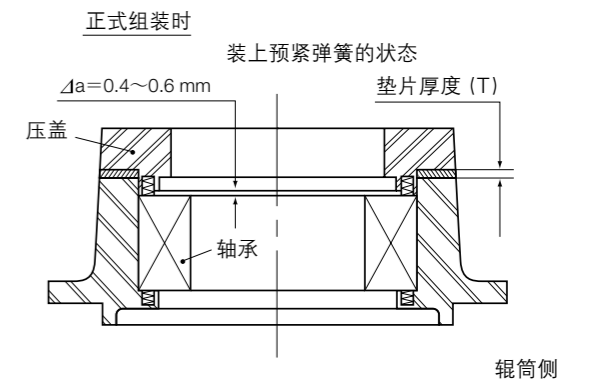

图 3.37
- (4) 拆下压盖, 装上预紧弹簧之后, 组装轴承, 再按表 3.1 选定垫片装上 (见图 3.37)。
- (5) 其他注意事项